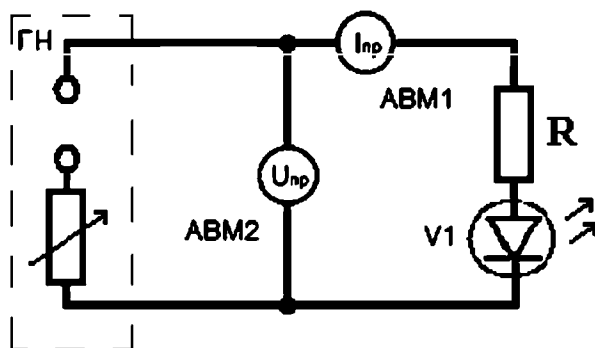

Рис. 2.41. Схема для снятия характеристик светодиода
1. Установить на лабораторном стенде плату № 10 из рабочего комплекта, произвести сборку электрической схемы с помощью соединительных проводов (рис. 2.41), подключив источник напряжения ГН, и измерительные приборы АВМ1, АВМ2.
3. Рассчитать сопротивление  $R_D$  и падение напряжения на светодиоде  $U_D$ , используя уравнение для контура на рис. 2.41:
6. Собрать схему с двухцветным светодиодом (рис. 2.41).
9. Собрать схему с трехцветным светодиодом (рис. 2.41).